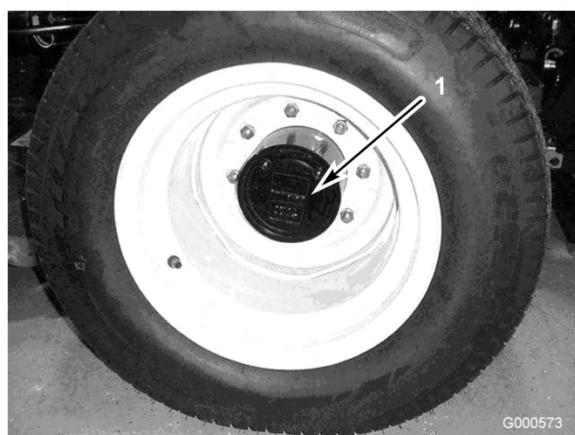

Figura 44
- Con la macchina parcheggiata su una superficie piana, posizionate la ruota in modo che il tappo di controllo/riempimento (Figura 44) si trovi nella posizione ore due o dieci.
- Togliete il tappo dal ruotismo planetario (Figura 44). L'olio deve essere in fondo al foro del tappo di controllo.